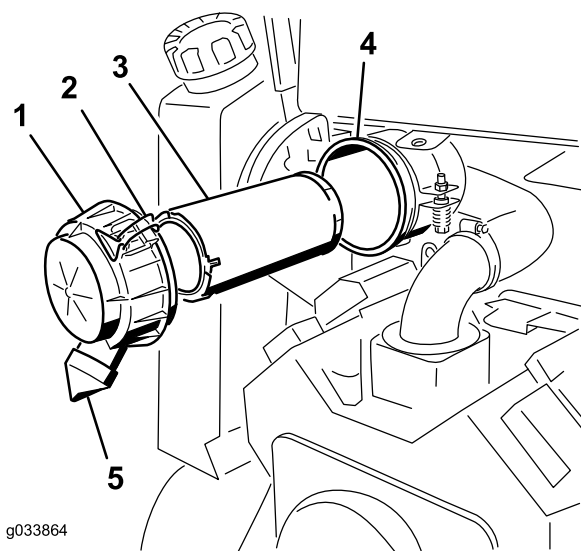

Figure 33
**Important:** Faites l'entretien du filtre à air uniquement quand l'indicateur de colmatage est rouge (Figure 33). Ne remplacez pas le filtre à air plus fréquemment que nécessaire ; cela ne fait qu'accroître le risque de contamination du moteur par des impuretés quand le filtre est déposé.
4. Déverrouillez le filtre à air et détachez le couvercle du boîtier du filtre (Figure 33).
1. Sortez le préfiltre du boîtier du filtre avec précaution (Figure 33). Évitez de cogner l'élément à l'intérieur du boîtier.
3. Insérez le préfiltre dans le boîtier avec précaution (Figure 33). Assurez-vous qu'il est bien engagé en appuyant sur le rebord extérieur.
4. Reposez le couvercle du filtre à air, le côté portant l'inscription « UP » en haut, et fermez les dispositifs de verrouillage (Figure 33).